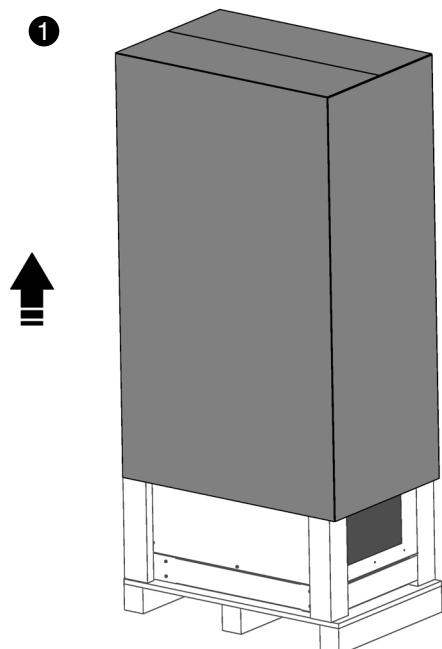

Fig. 28. Extracción del embalaje de cartón.
En las Fig. 28 a Fig. 35 se representan a modo de ejemplo las ilustraciones correspondientes al desembalaje del armario SAI de 50 kVA a 80 kVA.
- 1 Para desembalar el equipo cortar los flejes de la envoltura de cartón y sacarlo por arriba como si fuera una tapa (*Fig. 28*) o bien desmontarlo con las herramientas necesarias si el envoltorio es de madera.